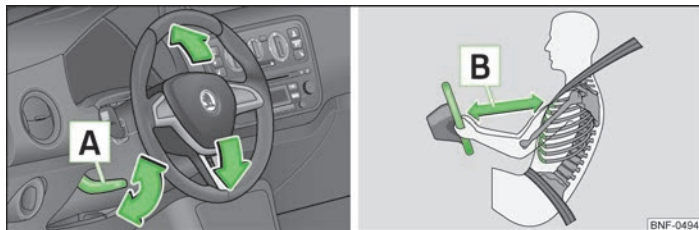

Bild 62 Omställbar ratt: Spak under ratten/säkert avstånd från ratten
- Håll ett avstånd till ratten på minst 25 cm  » bild 62 på sidan 54. Om detta minsta avstånd inte hålls kan airbagsystemet inte skydda - livsfara!
- Vrid spaken **A** » bild 62 under ratten nedåt.